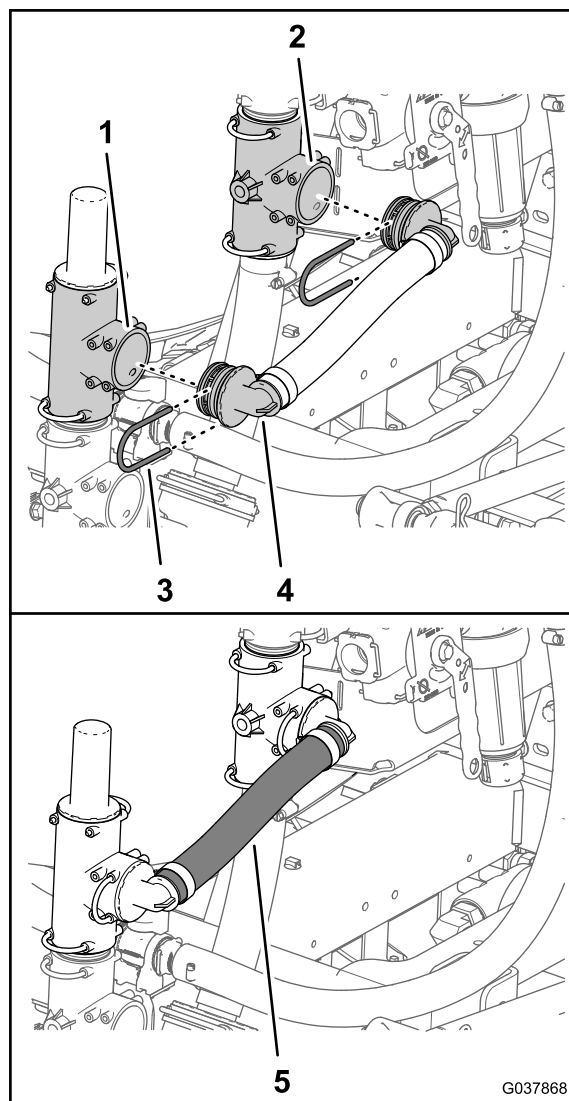

Figura 70
1. Monte a união a 90° do tubo de descarga de pressão de 25 x 298 mm na porta aberta da união em T na válvula de descarga de pressão (Figura 70).
2. Monte a união de 90° do tubo de descarga de pressão na porta aberta da união em T inferior (Figura 70).
3. Prenda as uniões de 90° à união em T (Figura 70) com os dois retentores que retirou no passo 1 e 2 de Mover a válvula de descarga de pressão (página 31).